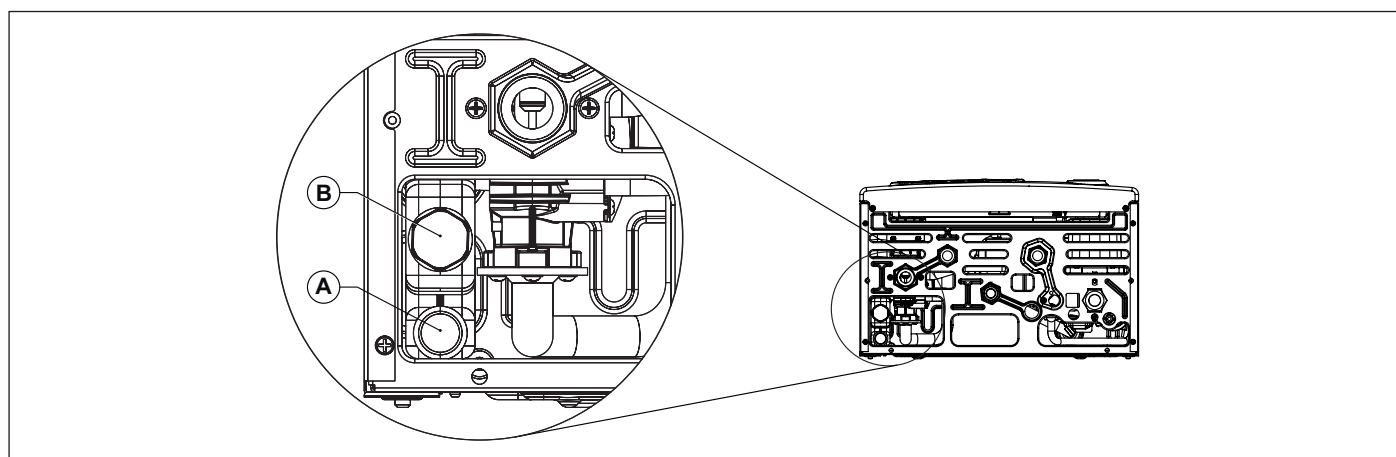

Fig. 17 Descarga condensación
El sistema de evacuación de la condensación se debe conectar a la específica conexión (A) preparada en la caldera (ver Fig. 17 Descarga condensación).